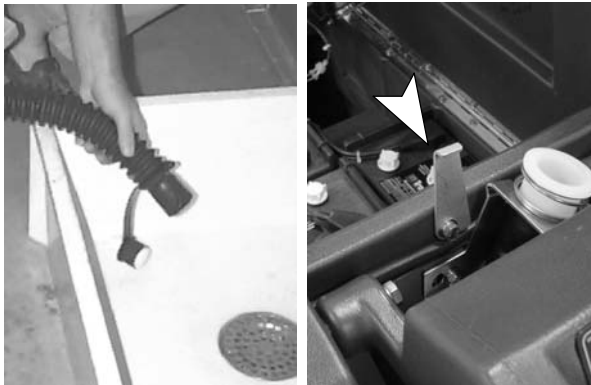

FIG. 25
1. Enlevez le tuyau de vidange de son support, amenez le tuyau au-dessus du trou de vidange au sol et enlevez le bouchon du tuyau de vidange. Pour vidanger complètement le réservoir de récupération, faites pivoter sur le côté le réservoir et faites basculer le support du réservoir pour soutenir le réservoir (Figure 25).